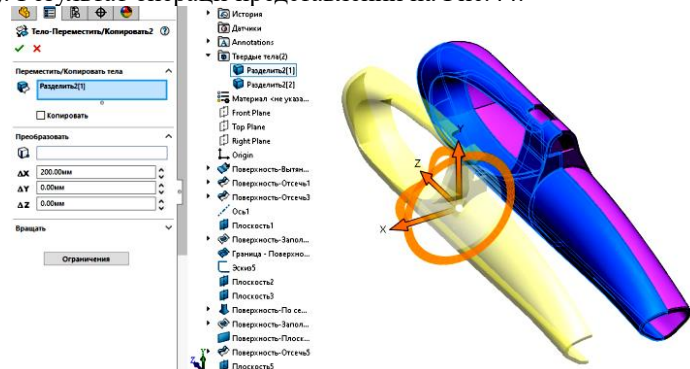
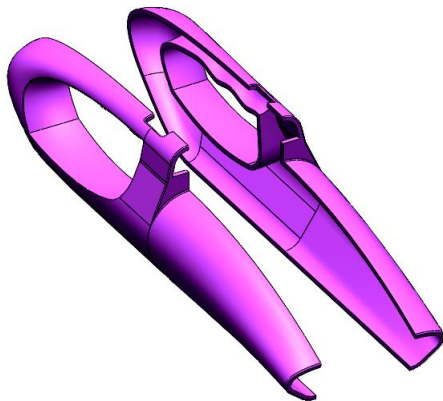

Рис.43. Виконання операції *Перемістити/Копіювати*
Рис.44. Результат операції *Перемістити/Копіювати*
24. Для ілюстрації розділення корпусу навпіл виконуємо операцію *Перемістити/Копіювати* (Вставка – Елементи – Перемістити/Копіювати) (Рис.43). Результат операції представлений на Рис.44.